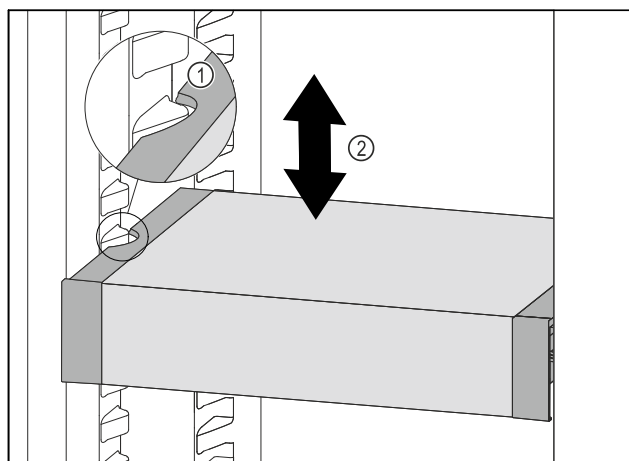

Fig. 168
- Tirare VarioSafe in avanti fino a quando le cavità laterali di VarioSafe non si trovano al livello della nervatura del contenitore nel vano frigorifero. Fig. 168 (1)
- Spostare VarioSafe verso l'alto o verso il basso nel vano frigorifero fino a raggiungere l'altezza desiderata. Fig. 168 (2)